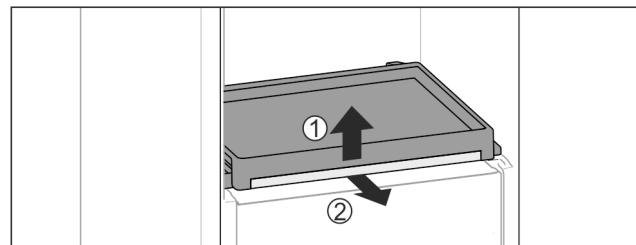

Fig. 39
- ▶ Vyberte vyťahovaciu poličku so sklenou doskou: Vpredu zľahka nadvihnite sklenú dosku Fig. 39 (1) a vytiahnite ju smerom dopredu Fig. 39 (2).